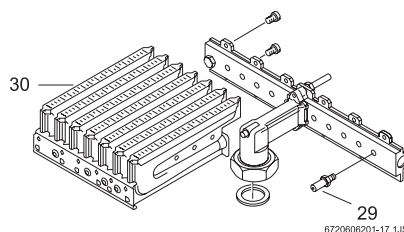

Fig. 4
- ▶ Smontare entrambe le rampe degli ugelli (Fig. 4, pos. 30) e sostituire gli ugelli (Fig. 4, pos. 29).